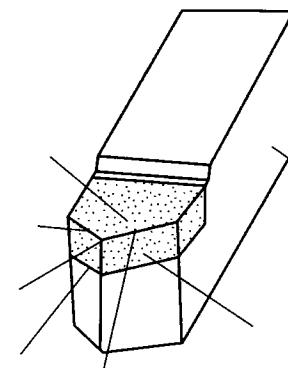

图 1 - 2
1. 在图 1 - 1 中, 填出常用车刀的名称。
- 图 1 - 1
2. 在图 1 - 2 中, 标出车刀各部分的名称。